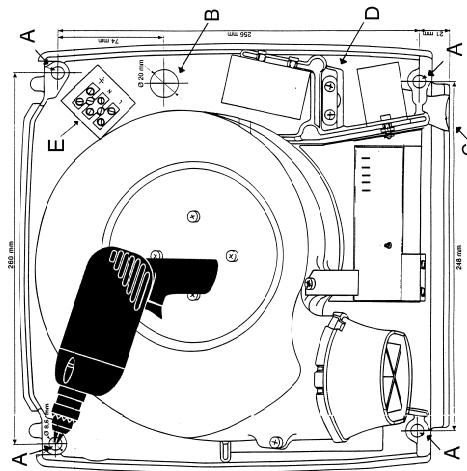

Fig. 1
- ❶ Befestigung der Bohrschablone (Fig. 1) in Waage an der Wand mit Selbstklebeband.
- ❷ Zeichnung durchbohren im Zentrum der Markierungen "A" (4 Löcher). Bohrlochgröße passend für Dübel für 8 mm Schrauben.
- ❸ Dübel in Bohrlöcher versenken und die Montageplatte mittels 8 mm Schrauben gut befestigen.
- ❷ Zeichnung durchbohren im Zentrum der Markierungen "A" (4 Löcher).
- ❸ Die Montageplatte mittels 8 mm Schrauben an der relevanten Fläche gut befestigen. Für Gipswände entsprechende Dübel verwenden.
- ❶ Bei direktem Elektroanschluss mit Unterputzkabel oder Kabeldose direkt hinter der Gerät-Montageplatte erfolgt Kabelführung durch das Loch "B" (Fig. 1) in der Montageplatte mit Anschluss an der Anschlussklemme "E". Anschluss mit 3 Adern mit Querschnitt von min. 1,5 mm2 pro Leitung, empfohlene Länge 150 mm (7 mm abisoliert).